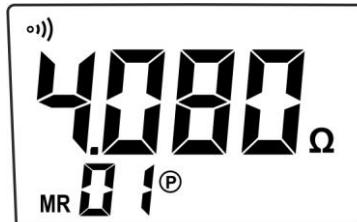

Fig. 29: Rellamada de los datos en el visualizador
2. Pulse de forma prolongada (>2s) la tecla **MEM** para encender en el área de memoria. El instrumento muestra el último dato guardado en memoria y el símbolo “MR” (ver la Fig.29)